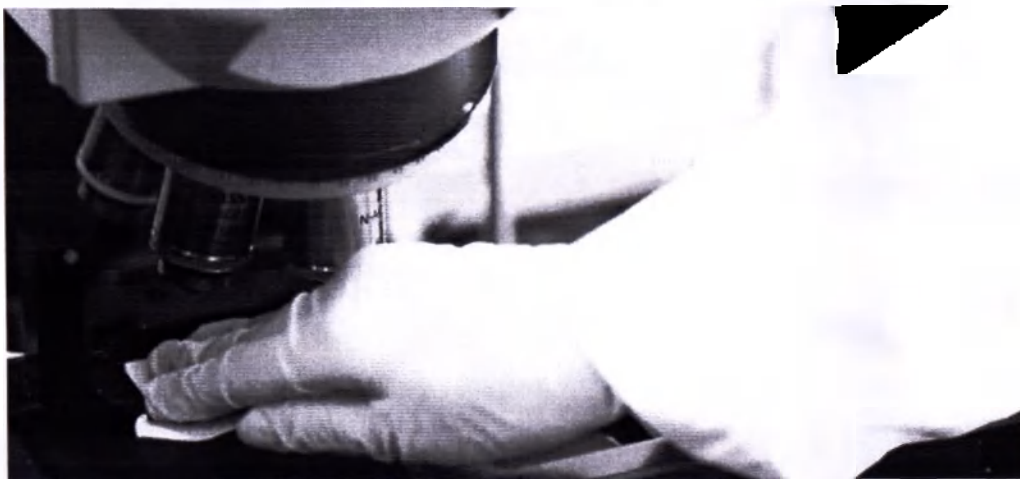

Рисунок 219 – Очистите спиртовой салфеткой моторизованный столик
- 6) Очистите спиртовой салфеткой моторизованный столик (Рисунок 219)